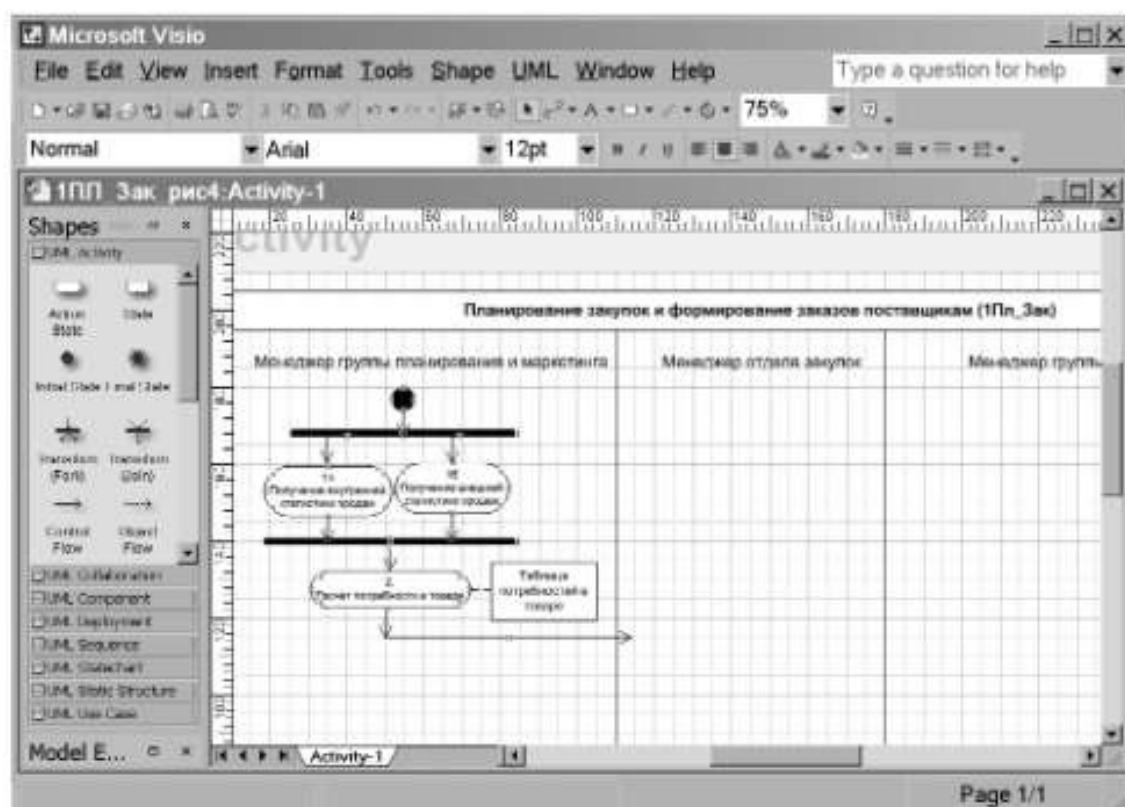

Рис. 6. Диаграмма действий менеджера группы планирования и маркетинга
18. После того как менеджер группы планирования и маркетинга сформировал таблицу потребностей в товаре, в работу включается менеджер отдела закупок, поэтому направьте стрелку от операции «Расчет потребности в товаре» в поле деятельности менеджера закупок, как показано на рис. 6.